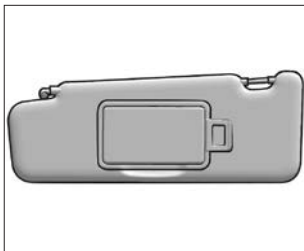

Рис. 4.3.2. Солнцезащитный козырек водителя
**В варианном исполнении** в солнцезащитном козырьке водителя (рис. 4.3.2) расположены индивидуальное зеркало и зажим, который предназначен для хранения пропусков, карт и т. п.